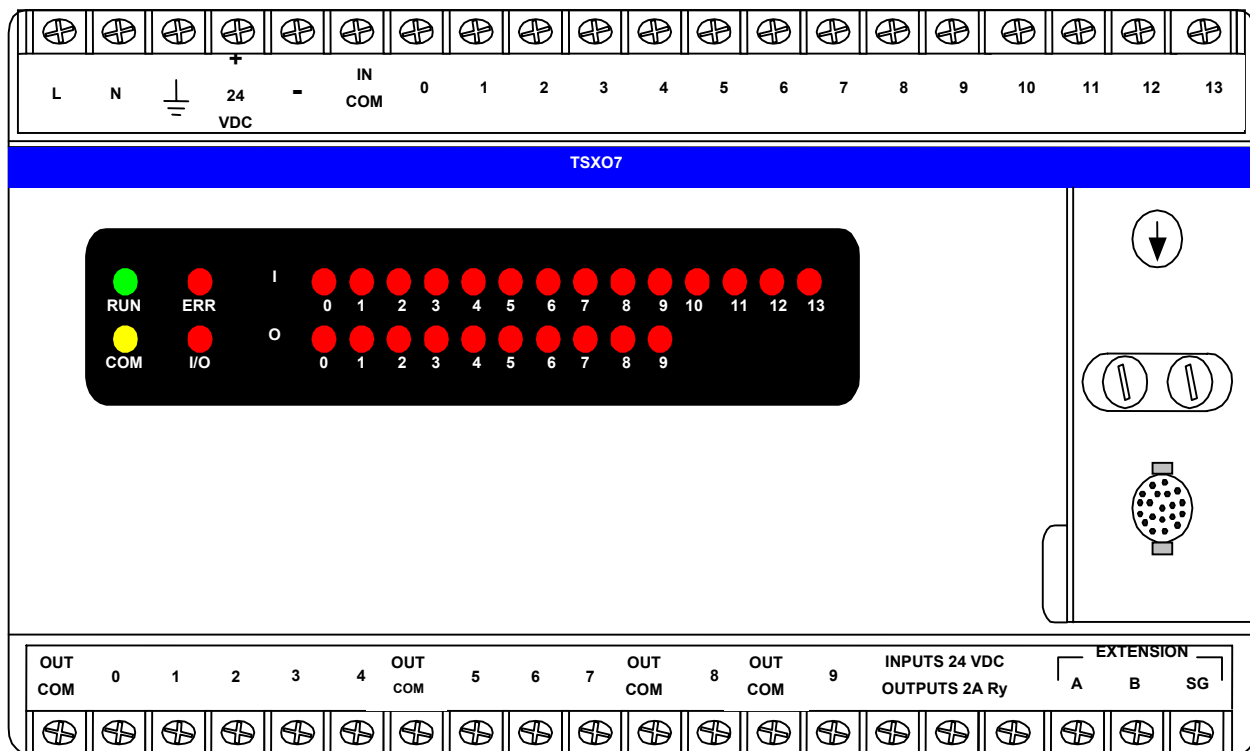

Figure1-2 : Automate monobloc TSX Nano
*Le type **monobloc** possède généralement un nombre d'entrées et de sorties restreint et son jeu d'instructions ne peut être augmenté. Bien qu'il soit parfois possible d'ajouter des extensions d'entrées/sorties, le type monobloc a pour fonction de résoudre des automatismes simples faisant appel à une logique séquentielle et utilisant des informations tout-ou-rien. (voir figure1-2)*